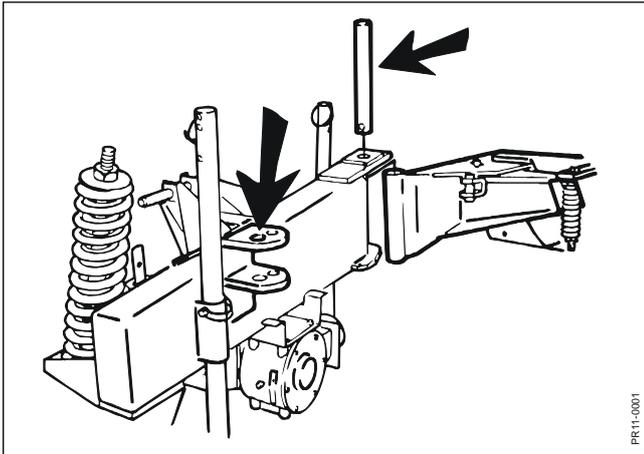

Fig. 2-1
- Fig. 2-1:** Den Toprahmen an die Maschine mit Zapfen anbauen und mit Spannstift verriegeln.